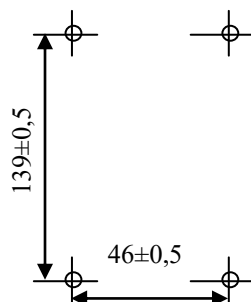

Рисунок 19
- навесить ПУЦ на два шурупа в соответствии с разметкой для крепления (рисунок 19);